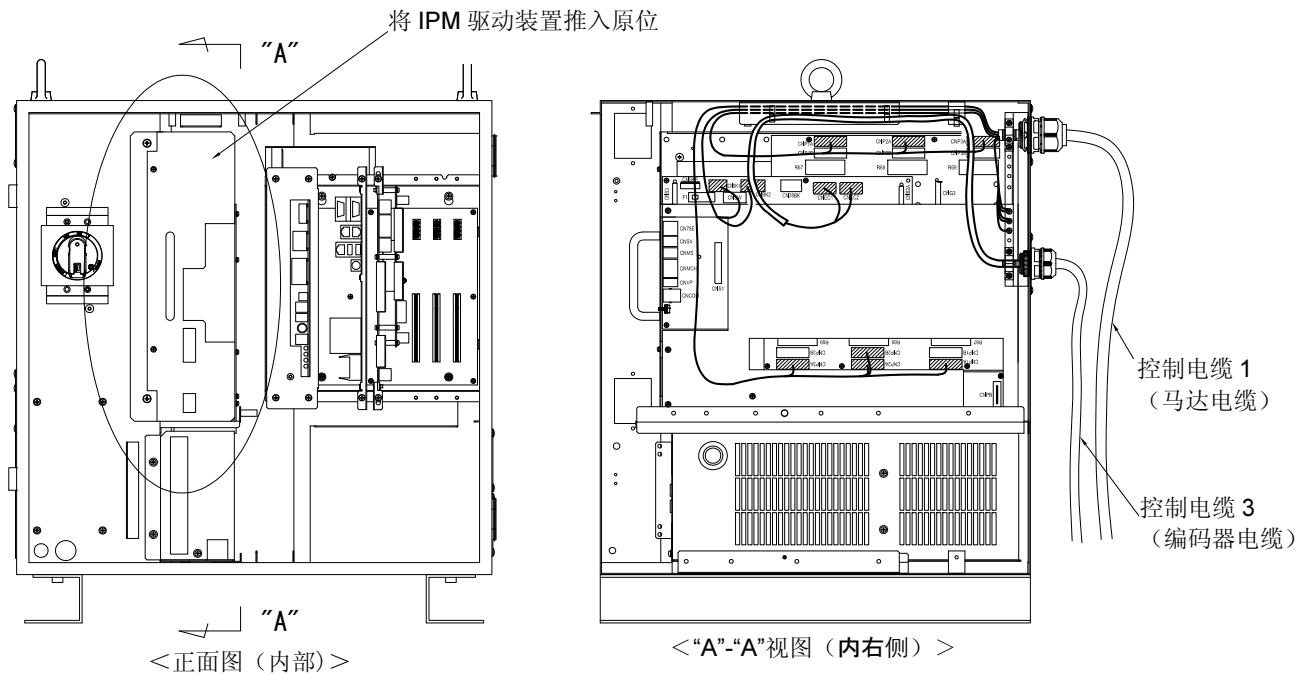

图 3.3.7 制电缆 1 和 3 的连接：机器人控制装置侧面（驱动装置安装）
- 7 连接好每个连接器后，将 IPM 驱动装置推入原位，如图 3.3.7 所示，然后拧紧这两颗螺丝。此时，确认电缆未被机箱边缘绊住。